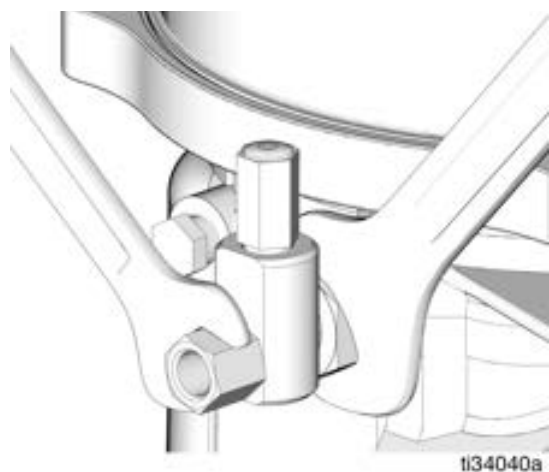

图 8
- 当将任何东西连接到泵元件或辅助管件上时，务必在相反方向上使用两 (2) 个扳手进行作业。示例可参见图 8。